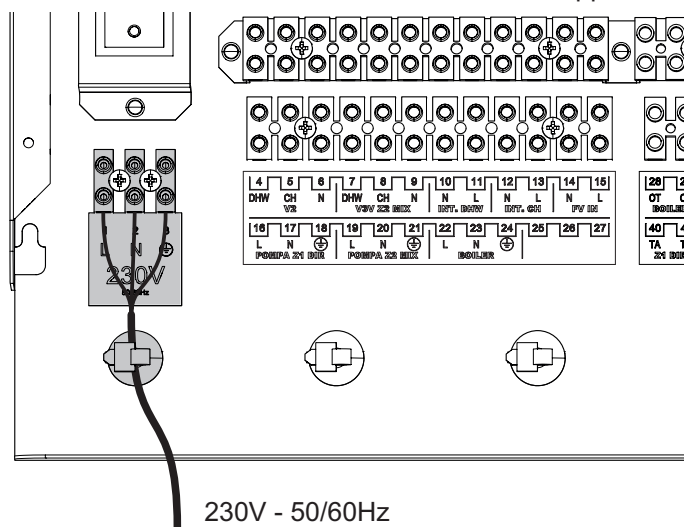

Figura 2.33
- Collegare il cavo dell’alimentazione elettrica alla morsettiere e bloccarlo con l’apposita fascetta (Figura 2.33).